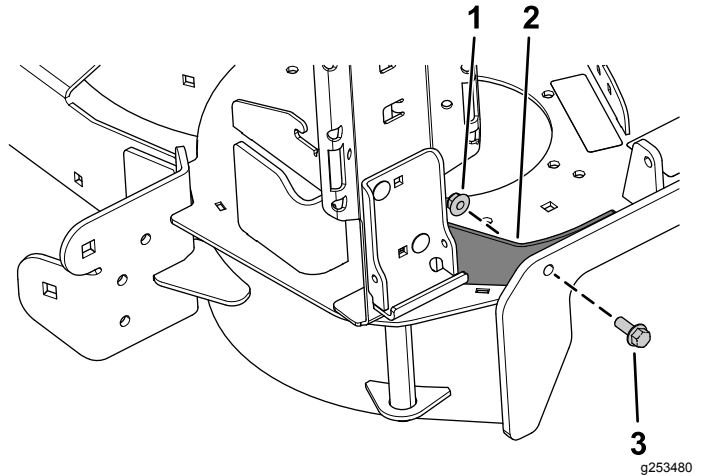

Figure 5
- Fixez la patte de fixation au tablier de coupe à l'aide du boulon à embase (3/8 x 1 po) et du contre-écrou (3/8 po), comme montré à la Figure 5.